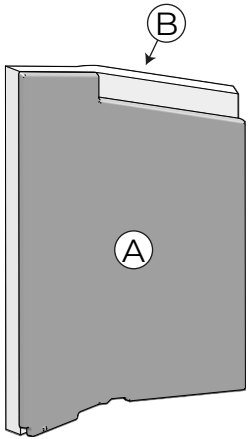

Fig. 7.8
3	Insérer les nouvelles plaques latérales (A) sur les panneaux d'isolation latéraux (B) (Fig 7.8)